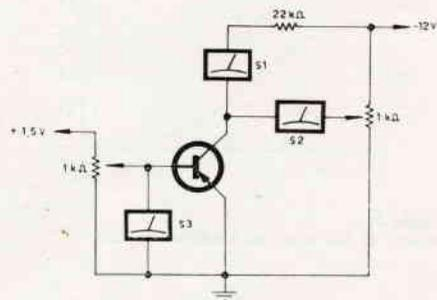
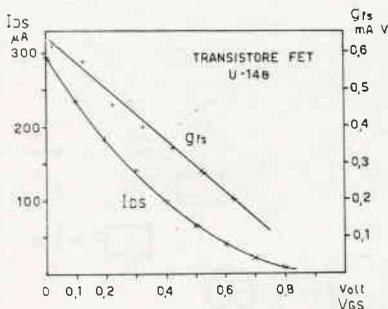

Figura 3
Figura 4
Dalla equazione (2-A) riportata in appendice si vede come la trasconduttanza decresce quando la tensione V_{GS} tragate e source diventa sempre più positiva e dalla (1-A) si vede come anche la corrente di drain si comporti allo stesso modo, benché con legge un po' diversa. Ciò si vede anche dal grafico sperimentale di figura 4.
Si vede anche che c'è una notevole dispersione di caratteristiche. Su uno di questi campioni si sono anche misurate le correnti di drain e la trasconduttanza in funzione della tensione di polarizzazione V_{GS} e i risultati ottenuti utilizzando il circuito di figura 3 sono riportati in figura 4.
Ciò si è fatto polarizzando il transistoro alla corrente di deriva zero e inserendo nel circuito di figura 4 un resistore di valore pari a qualche $M\Omega$ in serie al gate.
di deriva zero di valori abbastanza vicini a quelli del transistoro usato nel prototipo o tali da poter comunque dare in questo circuito un guadagno almeno pari ad uno. La corrente di deriva zero si può calcolare dalle misure di I_{DSS} e di V_P tramite l'equazione (3). Però è meglio misurarla direttamente col « metodo del cerino » descritto in precedenza. A quella corrente va poi misurata la trasconduttanza ciò che è molto semplice usando il circuito di figura 4 e va verificata per i valori così trovati la possibilità di avere guadagno almeno pari ad uno con la formula (4).